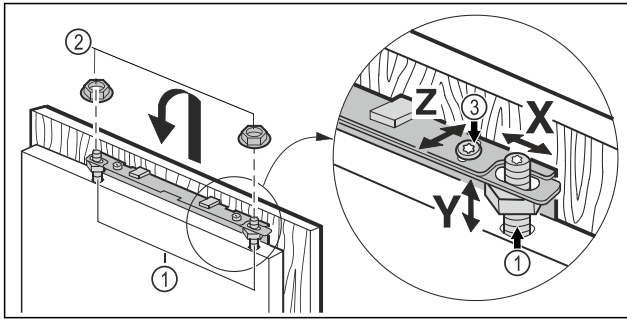

Fig. 22
- Varni derën e mobilies në bulonat e rregullimit Fig. 22 (1) dhe pastaj vidhosni sërish lirshëm kundërdadot Fig. 22 (2) në bulonat e rregullimit.
- Nivelimi i derës së mobilies në lartësinë **Y** dhe në pjerrësinë anësore: Rregulloni bulonin e rregullimit Fig. 22 (1) me një kaçavidë.
- Shtrëngoni kundërdadot Fig. 22 (3).